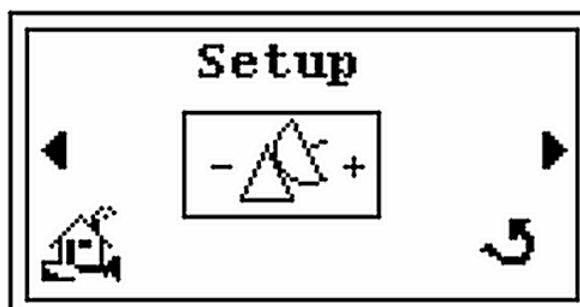

Figura 2-28 Schermata Setup (Impostazione)
3. Premere **►** per visualizzare la schermata *Setup* (Impostazione) (Figura 2-28).